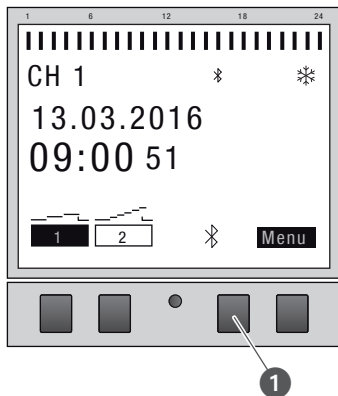

Fig. 20: Establecer la conexión por Bluetooth en el interruptor horario de carril DIN
1. Pulse el botón de Bluetooth (Fig. 20/①) del interruptor horario de carril DIN.